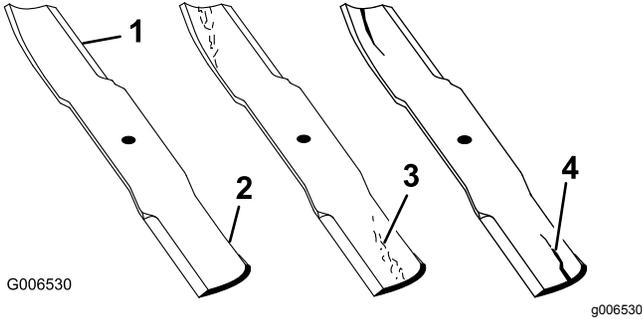

Figure 52
1. Examinez le tranchant des lames (Figure 52). Si les lames sont émoussées ou présentent des indentations, déposez-les et affûtez-les. Voir Affûtage des lames (page 46).